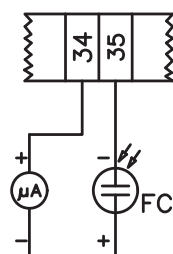

Fig. 5:
- 2 Desenroscar los tornillos 1, 2, 3, 4 con la llave de macho hexagonal núm. 3, y retirar la tapa del filtro 5 (Fig. 5).
3. Atornillar el DV con 2 tornillos M5, máx. 5 Nm/44 in.lb, fig. 5/6.